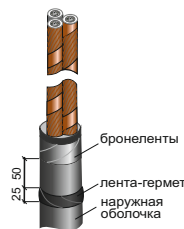

Рис. 2
5. Разделите ленту-герметик на две равные части. Одну часть ленты герметика отделите от подложки и намотайте на расстоянии 50мм от среза наружной оболочки кабеля шириной намотки 25мм, вытягивая ленту-герметик в 1,5 раза по длине (рис.2).